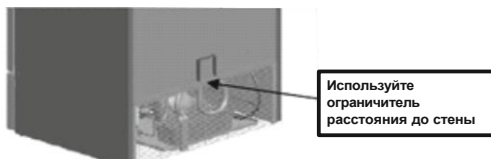

Рисунок 4.1.1
- Опустите предустановленный на задней стенке ограничитель (или установите два ограничителя на заднюю решетку из комплекта поставки на витринах S16) как указано на Рис. 4.1.1.